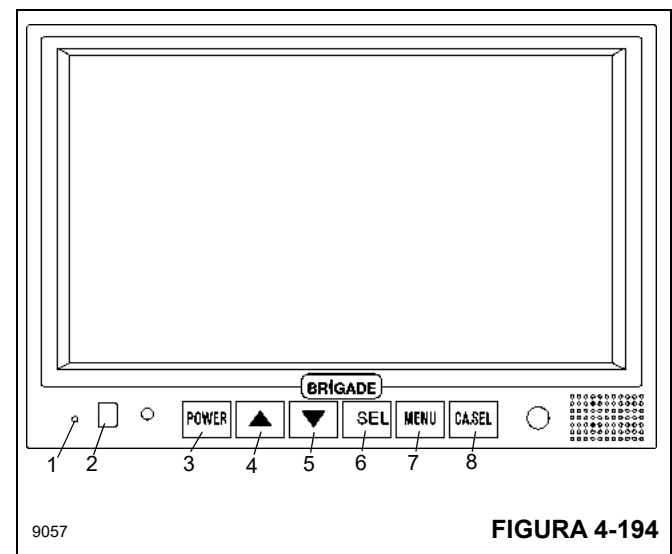

FIGURA 4-194
1. Presione el botón de menú (7), (Figura 4-194).
2. Seleccione Camera Setup (configuración de la cámara), (8), (Figura 4-194).
3. Presione el botón Select (seleccionar), (6), (Figura 4-194).
5. Presione el botón para desplazarse hacia abajo (5), (Figura 4-194), y seleccione Double Screen 1 (doble pantalla 1).
6. Presione el botón para desplazarse hacia abajo (5), (Figura 4-194), y seleccione Left CA1, Right CA2 (cámara izquierda 1, cámara derecha 2).